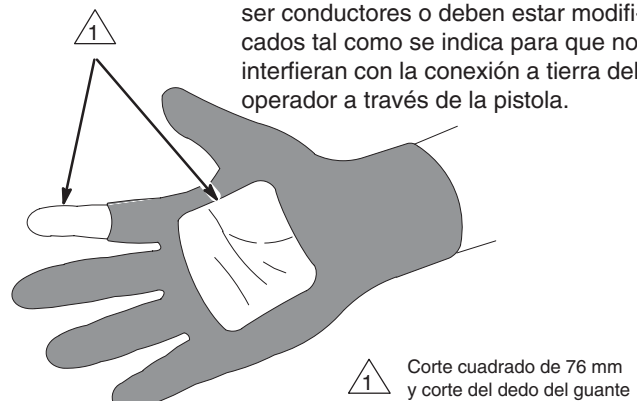

Fig. 2
9. *Todas las personas que entren en el área de pulverización:* deben llevar zapatos con suelas conductoras, como las suelas de cuero, o llevar correas personales de conexión a tierra. Las suelas de goma o de plástico no son conductoras. El operador no debe llevar guantes que aislen la mano de la pistola de pulverización. Los guantes deben ser conductores o deben estar modificados tal como indica la Fig. 2.